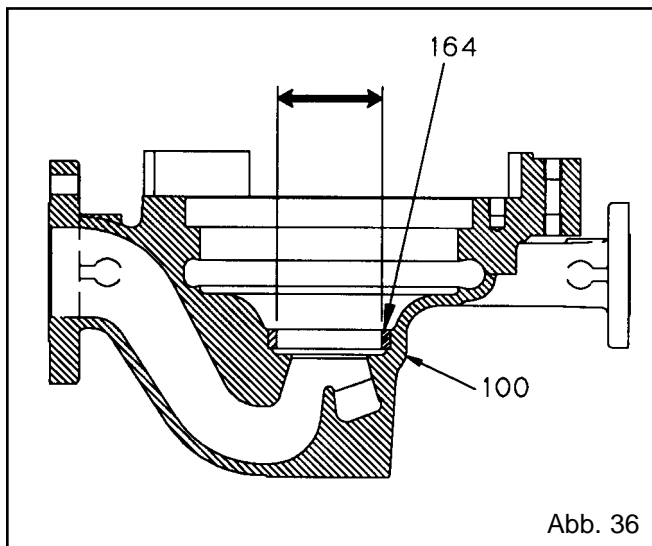

Abb. 36
1. Die Durchmesser aller Verschleißringe messen (Abb. 36, 37, 38).